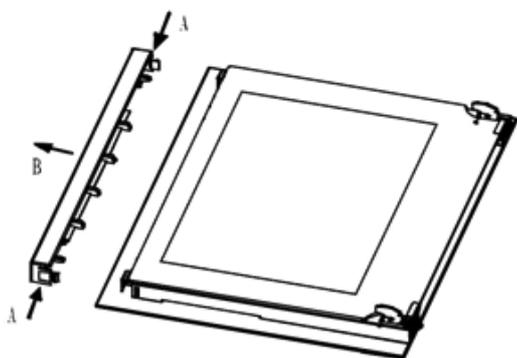

Рис. 10
1. Нажмите на кнопку на левой и правой частях дверцы, извлеките верхнюю планку (Рис. 10)